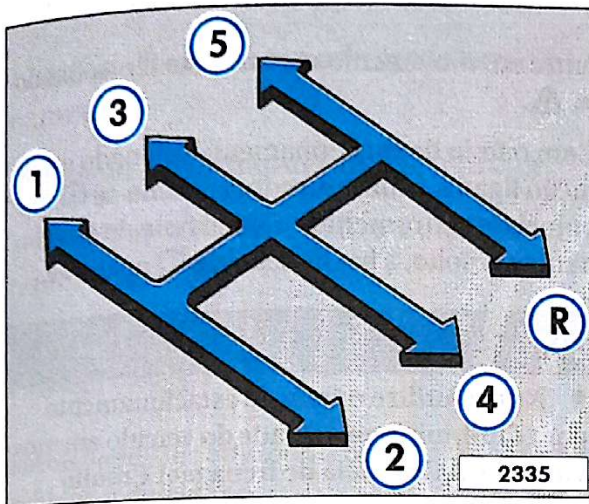

Fig. 97 Esquema de troca das marchas
- Empurre a alavanca de mudanças para a posição de marcha à ré ⇒ fig. 97 (R), totalmente para a direita e depois para trás, conforme se vê no diagrama na alavanca de mudanças.